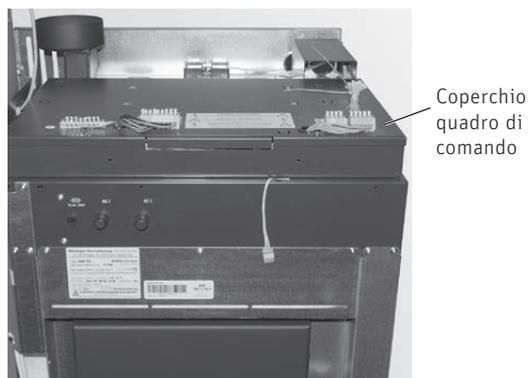

Fig. 53 Aprire il coperchio
- ▶ Aprire il coperchio del quadro di comando – Fig. 53.